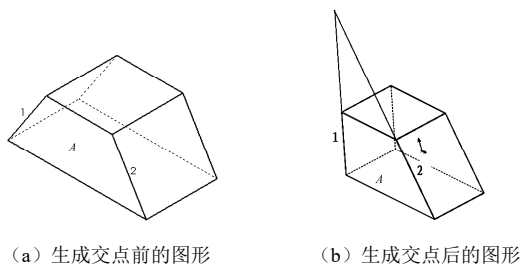

图 2-10 生成特征边线交点图示
以图 2-10 所示为例, 生成面 *A* 中直线 1 和直线 2 的交点, 图 2-10 (a) 所示为生成交点前的图形, 图 2-10 (b) 所示为生成交点后的图形。
- (1) 选择特征面。选择如图 2-10 (a) 所示的面 *A* 作为绘图面, 进入草图绘制状态。
- (2) 选择边线。按住 **Ctrl** 键, 选择如图 2-10 (a) 所示的边线 1 和边线 2。
- (3) 执行命令。选择菜单栏中的“工具”→“草图绘制实体”→“点”命令, 或者单击“草图”面板上的“点”按钮, 此时草图如图 2-10 (b) 所示。